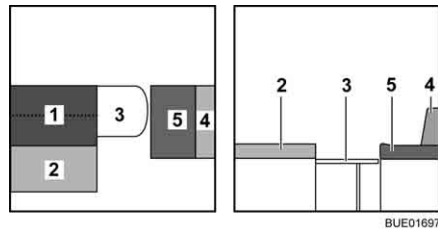

Bild 130 Während des Umbaus
- Das Rückenpolster (Bild 130,1) auf den Tisch legen.